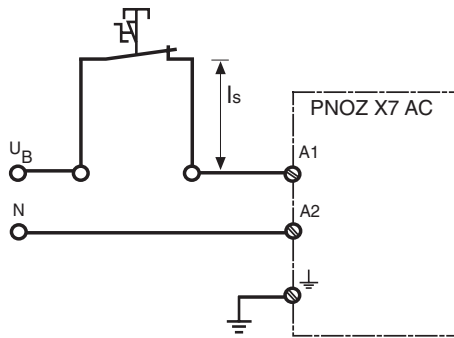

Fig. 4: Longitud de cable I_s del conductor de derivación/
- Conductor de derivación (v. fig. 4): longitud máx. del conductor de derivación I_s y capacidad máxima del cable C_L dependiendo de la tensión de alimentación U_B :
- Stub line (v. fig. 4): max. lungh. stub line I_s e max. capacità cavo C_L in base alla tensione di alimentazione U_B :
- Aftakking (zie fig. 4): max. lengte van de aftakking I_s en max. kabelcapaciteit C_L afhankelijk van de voedingsspanning U_B :